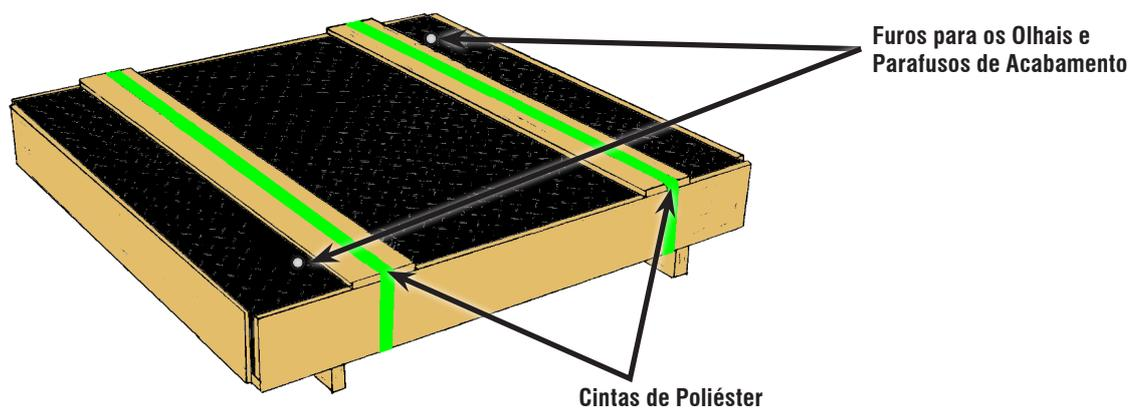

Figura 1
5) Rosqueie os olhais nos locais indicados na figura 1.